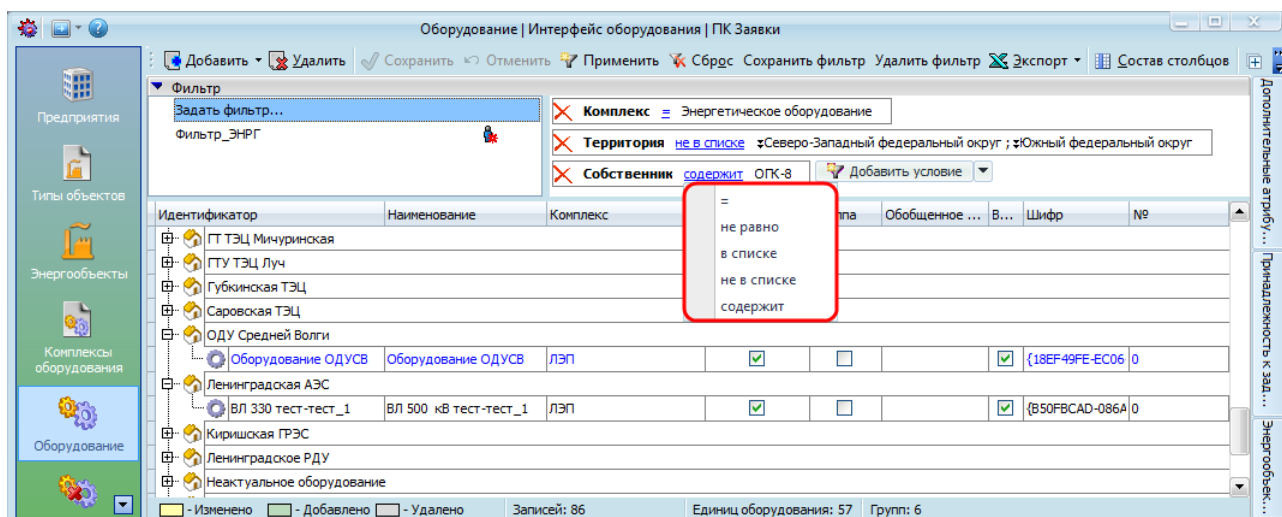

Рисунок 15.24 – Фильтрация по значениям справочников
- **Фильтрация по значениям справочников.** К данному виду фильтрации относятся следующие критерии фильтра: энергосистема; территория; собственник; предприятие; объект; комплекс; контрагенты. В качестве условий фильтрации выступают: «=», «не равно», «в списке», «не в списке», «содержит». В качестве значения фильтрации выбирается значение из справочника (Рисунок 15.24).